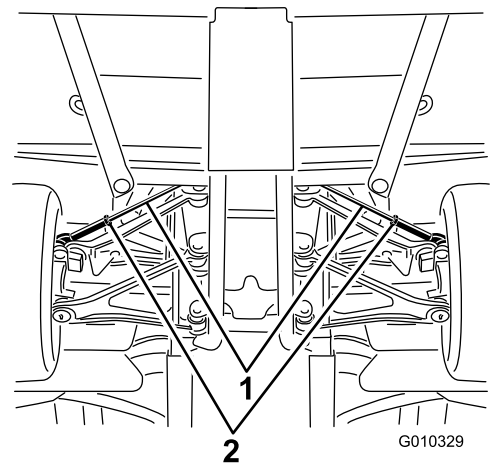

Bild 50
- A. Lösen Sie die Klemmmutter in der Mitte der Spurstange (Bild 50).